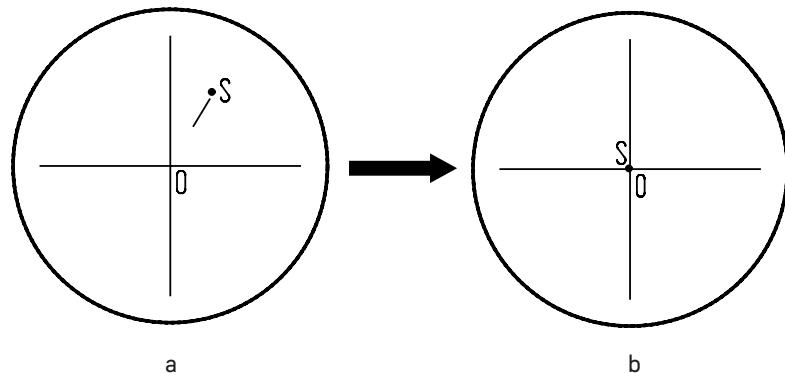

Рис. 16. Настройка канала визуализации
- Установите рукоятку переключения светового потока 3 в положение для наблюдения через окуляры и камеру. Наблюдая объект через окуляры, найдите отличительную точку в поле зрения (легко идентифицируемую цель, такую как точка S на рис. 16а), переместите объект на предметном столике так, чтобы данная точка находилась в центре поля зрения как показано на рис. 16б. Для этой процедуры вместо обычного препарата удобно использовать специальный калибровочный слайд с перекрестьем, а вместо обычного окуляра – окуляр с перекрестьем.